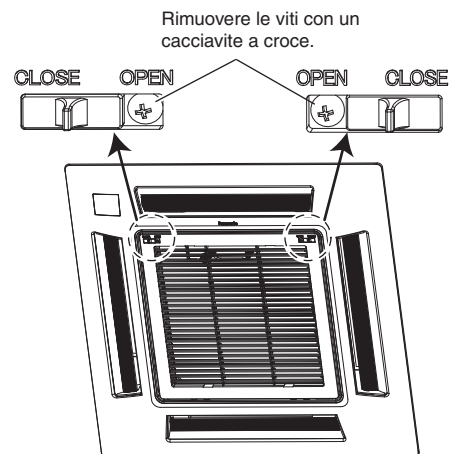

Fig. 7-1
- (1) Rimuovere la griglia della presa d'aria e il filtro dell'aria dal pannello decorativo.
- a) Rimuovere le 2 viti dal fermo della griglia della presa d'aria. (Fig. 7-1) (Dopo avere installato il pannello decorativo, montare nuovamente la griglia della presa d'aria.)